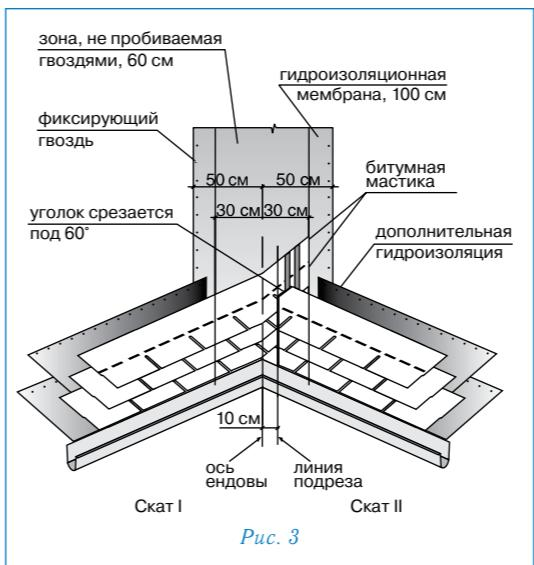

Рис. 3
#### Ендова (рис. 3)
- лист, подходящий к ендовой со ската II, должен доходить до линии подрезки и обрезаться по ней. Верхний уголок обрезанного края листа подрезается под углом 60° (5×3 см — рис. 3);